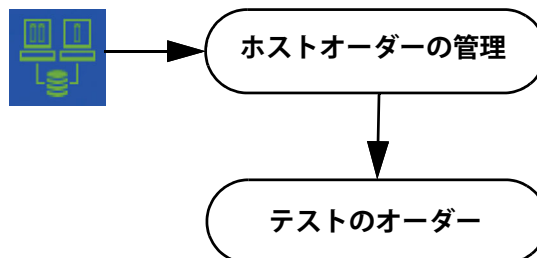

図 10-22. ホストオーダーの管理アイコンメニューマップ
**ホストオーダーの管理 (Manage Host Orders)** アイコンをショートカットとして使用して、未処理の、または GeneXpert Infinity system に送信されたすべてのホストオーダーのテストを表示できます。を参照 **ホストオーダーの管理 (Manage Host Orders)** アイコンのメニューマップについては、図 10-22を参照してください。